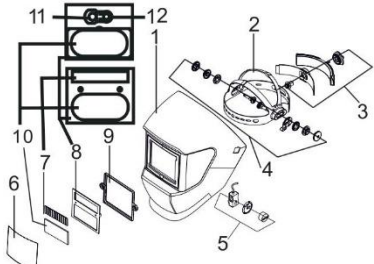

Рис.1
- 2.1. Можно настроить степень затемнения в области от 9 до 13 DIN. Ручка регулировки степени затемнения находится на внешней стороне маски (Рис.1 п.5). Установите нужный номер затемнения путем вращения ручки.
- 3.1. Скорость просветления обозначает время перехода светофильтра из темного состояния в светлое состояние в соответствии с токами сварки и интенсивностью остального света. Данный параметр настраивается путем регулировки ручки «DELAY» (Рис.1. п.12).
- 4.1. В соответствии с технологией сварки и светом окружающей среды, настройка чувствительности выполняется путем регулировки ручки «SENSITIVITY» (Рис.1 п.11).